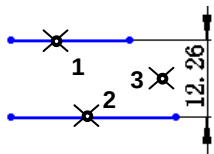

图 2.9.6 平行线间距离的标注
Step3. 分别单击位置 1 和位置 2 以选取两条平行线，然后单击位置 3 以放置尺寸，如图 2.9.6 所示。